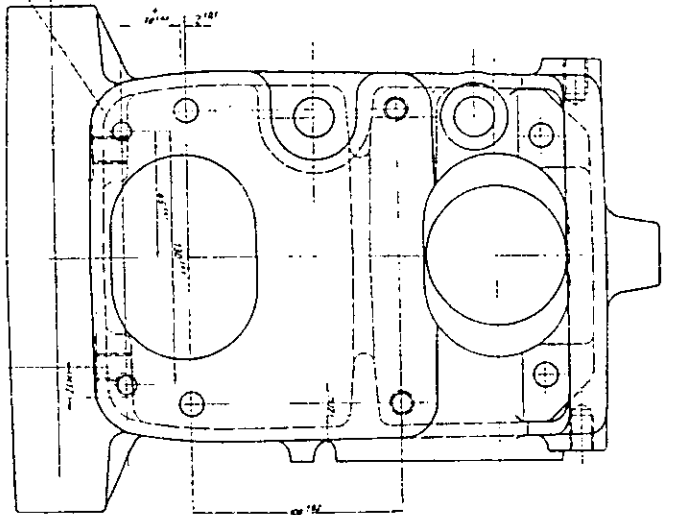
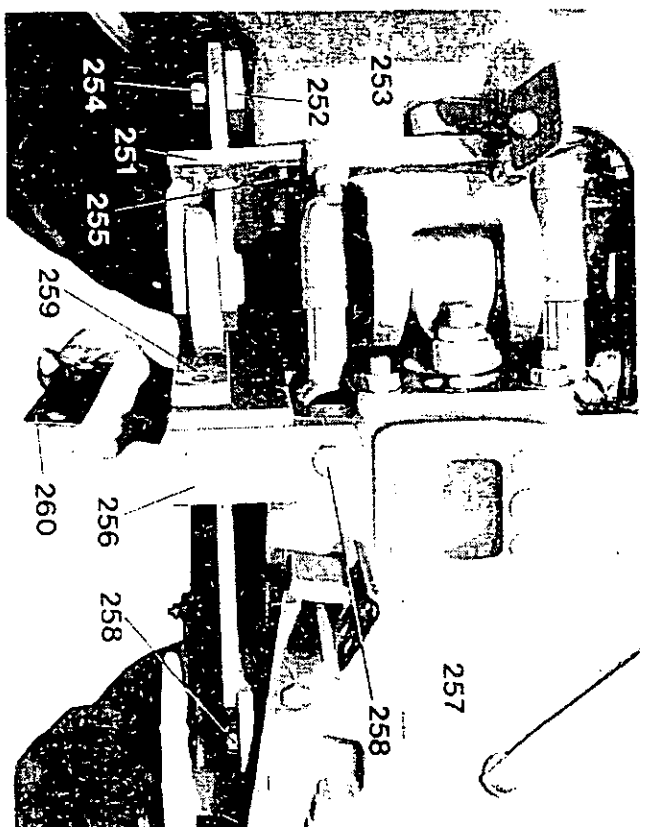
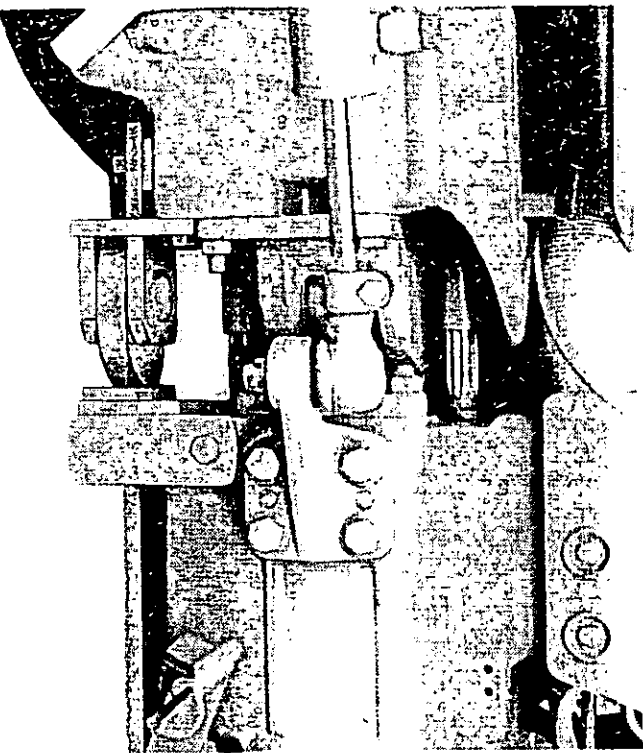

Abb. 1
Abb. 3 Ab A45 ca. 3 51 746
Abb. 4
Bis Masch.-Nr. A45 3 50 131 sind zum Anbau der Zsb. Rolle (251 Abb. 3) am Anschlußgehäuse zwei zusätzliche Gewindebohrungen M 12 nach Abb. 1 anzubringen.
- a) Abdeckblech abschrauben. Zsb. Rolle (251 Abb. 3) von unten an das Anschlußgehäuse des Schleppers montieren. Zwischenplatte (252 Abb. 3), Distanzscheiben 14,5 x Ø 29 x 5 zwischen Zsb. Rolle (251 Abb. 3) und Anschlußgehäuse (253 Abb. 3) einfügen und mit Sechskantschrauben M14x45 (254 Abb. 3) und M12x35 (255 Abb. 3) anschrauben. **(Achtung!** Distanzscheiben in der Ansenkung am Anschlußgehäuse einlegen).
- b) Zsb. Stützplatte (256 Abb. 3) am Zwischengehäuse (257 Abb. 3) mit Sechskantschrauben M12x30 (258 Abb. 3) anschrauben. Abrolldruckplatte (259 Abb. 3) an Zsb. Stützplatte anschrauben. Beilegbleche (260 Abb. 3) nach Bedarf beilegen, bis Rolle spielfrei an der Abrolldruckplatte anliegt. Bei schwerem Einatz von Zeit zu Zeit Knickpunktverstärkung auf vorhandenes Spiel zwischen Rolle und Abrolldruckplatte überprüfen und evtl. nachstellen.
Abb. 4 zeigt die Knickpunktverstärkung angebaut am A45 mit ~~hydrostatischer~~ *Hydrostatischer* Lenkung.
Généralités: En principe, lorsque l'on monte des outils portés avant, il faut également monter le renforcement de l'articulation centrale. Jusqu'à No. machine 350131 deux trous additionnels M 12 sont nécessaires dans le carter de raccordement pour monter le galet (251 fig. 3).
a) Dévisser le couvercle tôle. Monter la galet (251 fig. 3) en partant du bas sur le carter de raccordement du tracteur. Introduire la plaque intermédiaire (252 fig. 3), les rondelles entretoises 14,5 x Ø29 x 5 entre le galet (251 fig. 3) et le carter de raccordement (253 fig. 3) et les fixer au moyen de vis 6 pans M 14 x 45 (254 fig. 3) et M 12 x 35 (fig. 3).
b) Visser la plaque d'appui (256 fig. 3) sur le carter intermédiaire (257 fig. 3) au moyen de vis 6 pans M12x30 (258 fig. 3). Visser la plaque de compression (259 fig. 3) sur la plaque d'appui. Placer des rondelles entretoise (260 fig. 3) selon les besoins, jusqu'à ce que le galet s'appui sans jeu sur la plaque de compression. En cas de durs travaux, vérifier de temps à autre le renforcement d'articulation centrale pour déterminer le jeu existant entre la galet et la plaque de compression et effectuer éventuellement un réglage. Fig. 4 montre le renforcement d'articulation centrale monté sur le A 45 avec direction hydrostatique.
Hasta la máquina A 45 no. 350131, para el montaje del conjunto „rodillo” (251 fig. 3) en la carcasa de unión se harán completamente dos perforaciones roscadas M 12 según la fig. 1.
a) Desatornillese la chapa de cubrición. Móntese el conjunto „rodillo” (251, fig. 3) de abajo a arriba en la carcasa de unión del tractor. Intercálese la placa intermedia (252, fig. 3), las arandelas distanciadoras de 14'5 x Ø29 x 5, entre el conjunto „rodillo” (251, fig. 3) y la carcasa de unión (253, fig. 3), fijando con tornillos de cabeza exagonal M 14 x 45 (254, fig. 3) y M 12 x 35 (255, fig. 3). **(Atención:** colóquense las arandelas distanciadoras en el rebaje de la carcasa de unión).
b) El conjunto „placa de apoyo” se atornillará (256, fig. 3) en la carcasa intermedia (257, fig. 3) con tornillos de cabeza exagonal M 12 x 30 (258, fig. 3). Atornillese la placa de deslizamiento a presión (259, fig. 3) al conjunto „placa de apoyo”. La chapita que se adjunta (260, fig. 3) se colocará, según sea necesario, hasta que el rodillo apoye sin juego sobre la placa de deslizamiento a presión. En el caso de realizar trabajos pesados, de vez en cuando se comprobará el reforzamiento del punto de inflexión, en cuanto al juego existente entre el rodillo y la placa de deslizamiento a presión, reajustando si se estimase necesario. Véase en fig. 4 el reforzamiento del punto de inflexión o pandeo montada sobre el A 45 con servo-dirección hidrostático.